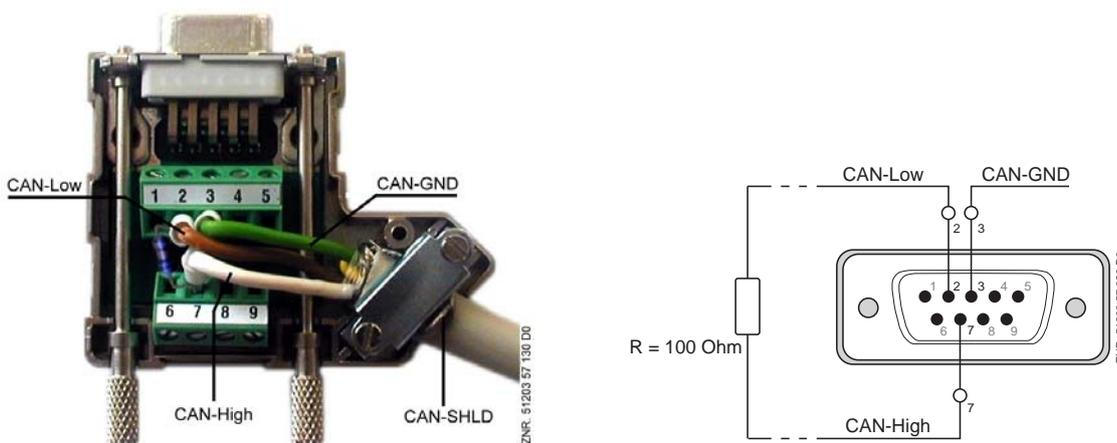

Bild 3.1-1: Aderbelegung Sub-Min-D-Stecker (mit Abschlusswiderstand $R = 100 \text{ Ohm} / 0,25 \text{ W}$).
1. CAN-Bus-Kabel an den Sub-Min-D-Stecker anschließen (siehe Tabelle 3.1-1 und Bild 3.1-1).
Ist der CAN-Bus-PC-Adapter nicht am Ende des CAN-Bus angeordnet, so ist das Kabel von dem Sub-Min-D-Stecker aus weiterzuschleifen. Der Abschlusswiderstand im Bild 3.1-1 entfällt dann und ist am Ende des CAN-Bus (am letzten Teilnehmer) anzubringen.